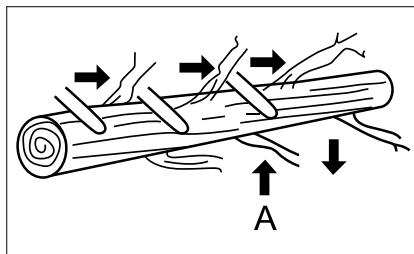

Fig. 18
L'ébranchage s'effectue pour l'élimination des branches d'un arbre tombé. Ne coupez pas les branches qui soutiennent le tronc et l'empêchent de rouler (A) jusqu'à la fin de l'ébranchage (fig. 18). Les branches sous une tension externe doivent être coupées de bas en haut pour éviter de coincer la scie.